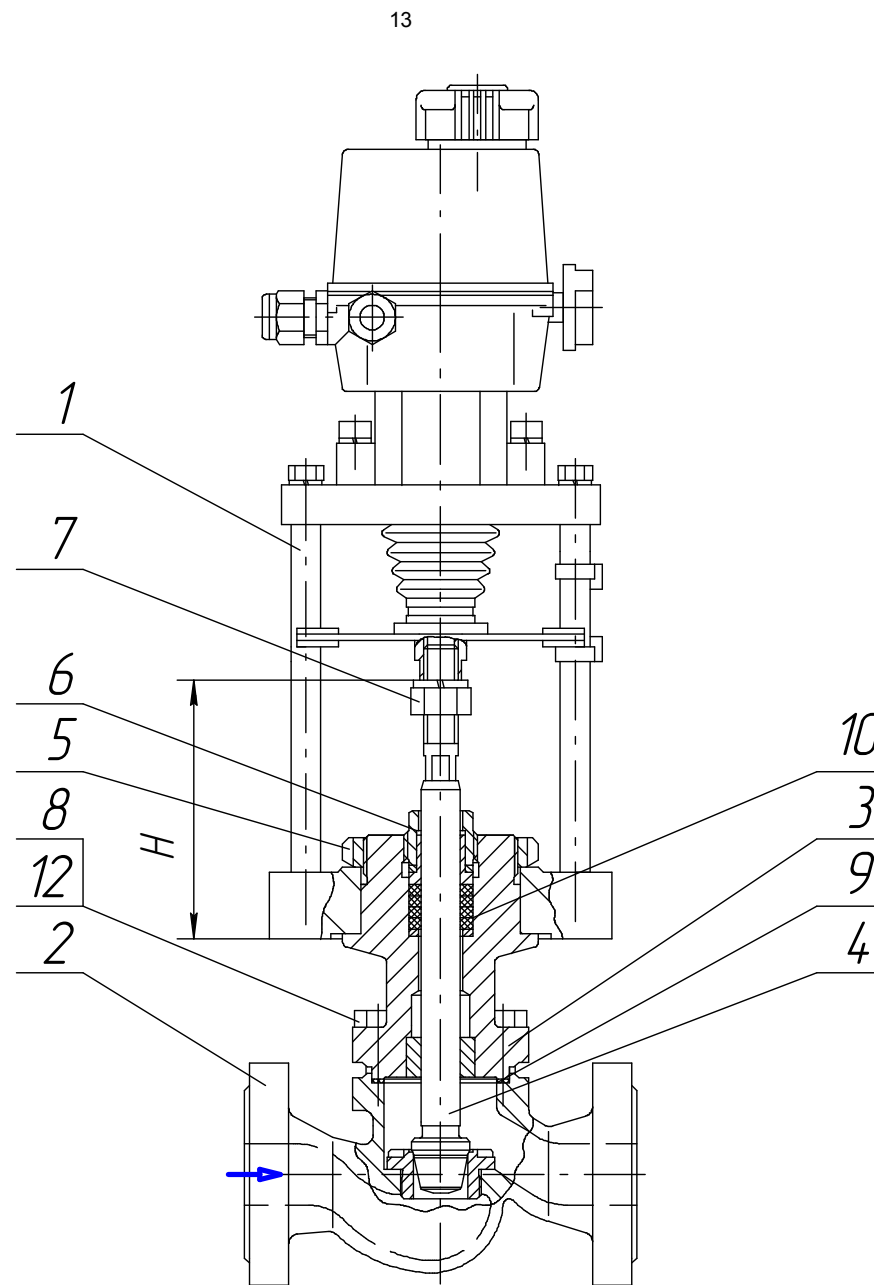

Рис.2.
3.4.2. Полную разборку клапана (см. рис.2) производить в следующем порядке: